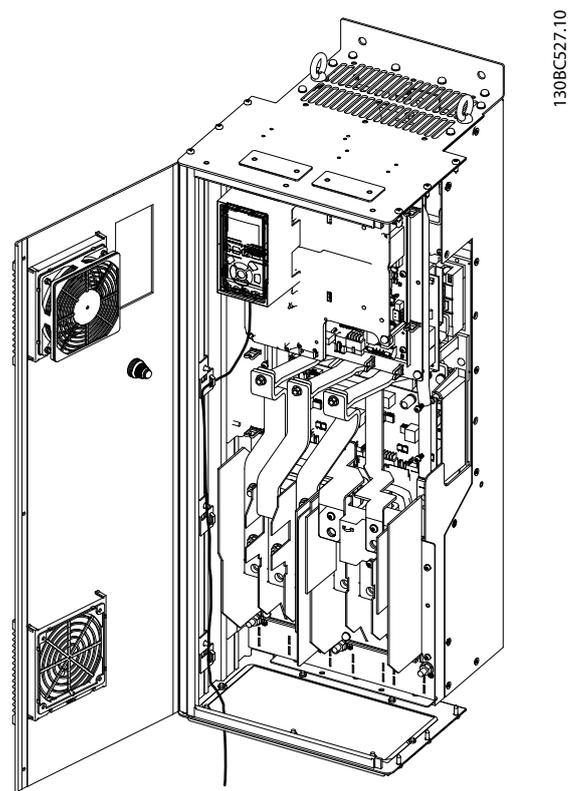

Abbildung 3.12 Verdrahtung für Gehäusetyper D, E und F
4. Befestigen Sie den Kabelschirm mit einer Kabelschelle oder einem Kabelbinder an der Metallgrundplatte, siehe *Abbildung 3.12*.
5. Befestigen Sie das Kabel und verlegen Sie dieses mit anderen Steuerleitungen in der Einheit, siehe *Abbildung 3.12*.